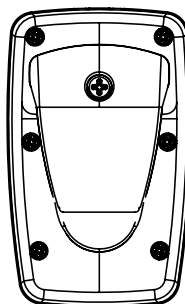

Abbildung 19. Batterieabdeckung und die Befestigungsschrauben der Abdeckung
1. Öffnen Sie die Abdeckung des Batteriefachs, indem Sie die 6 Schrauben an der Rückseite des Sendergehäuses heraus-schrauben (siehe Abb. 19).